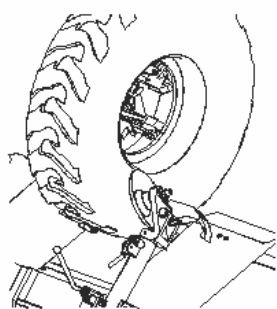

Рисунок 7
6.2.5 Продолжайте операцию, пока борт покрышки полностью не будет отсоединен от обода. Для облегчения процедуры распределите по краю покрышки специальную смазку (см. Рис. 7).